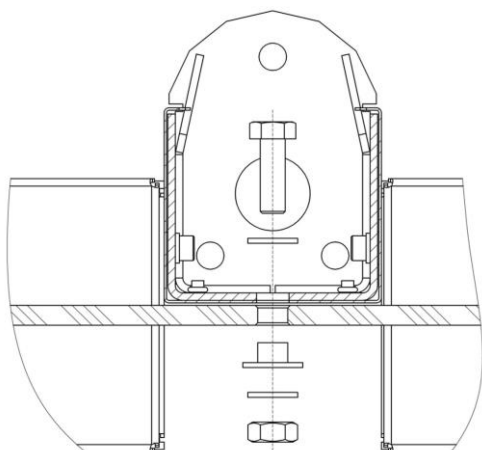

Рисунок 29. Крепление стекла
7. Снимите передние панели (8) обеих боковых стоек.
8. Используя рожковые и торцевые ключи S17, открутите и снимите 6 болтов М10×30 с шайбами, пластиковыми втулками и гайками крепления стекла заполнения (по два – в кронштейнах боковых стоек и два – на центральной стойке) (см. рис. 29, 30).